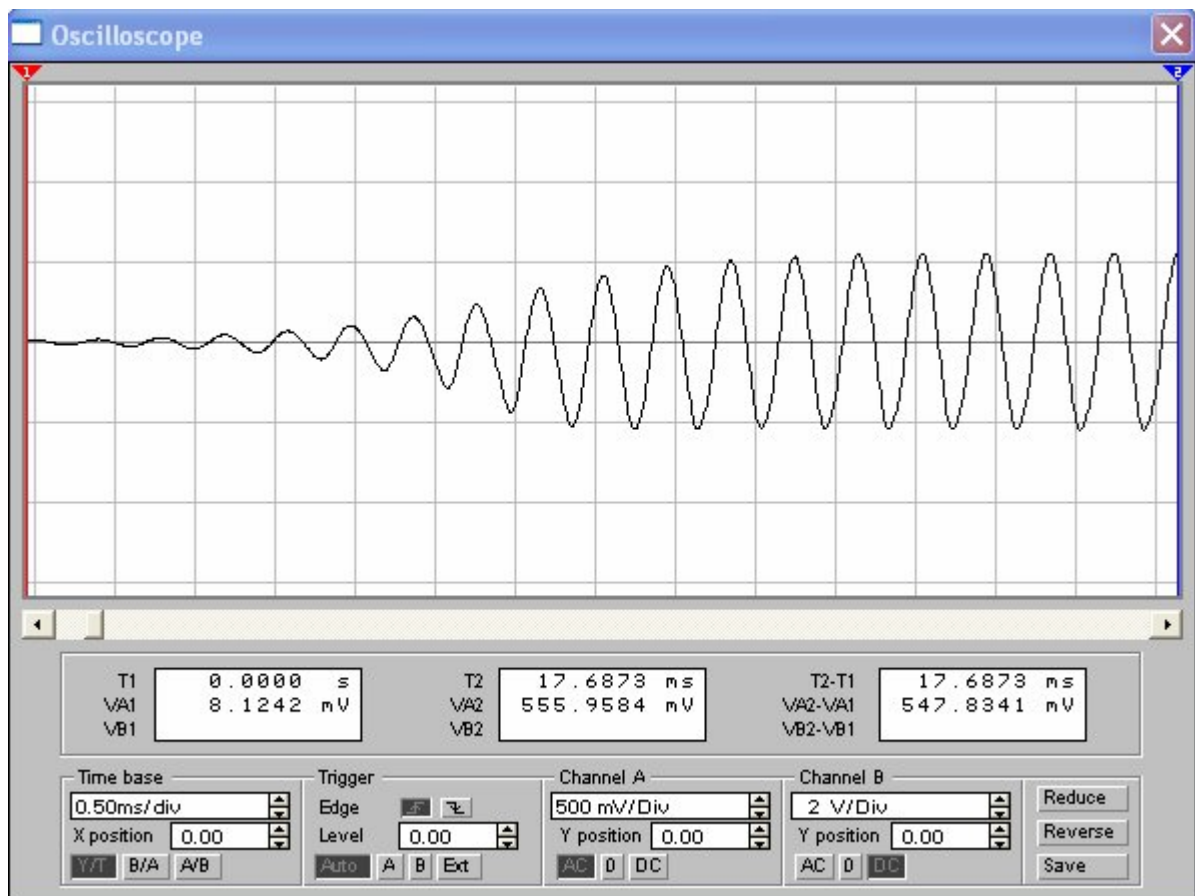

Рисунок 34 – Наблюдение самовозбуждения генератора
7. На экране можно просмотреть запись осциллограммы, начиная от момента включения схемы (рисунок 34).